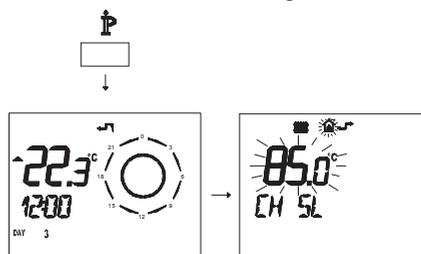

Figura 5.39
L'andamento della temperatura al variare dell'impostazione fatta con i tasti 15 e 16 per un **K 1,5** è illustrato nella Figura 5.39.
- Premere per più di 3 secondi il pulsante P per entrare in modalità **INFO** (Figura 5.39).